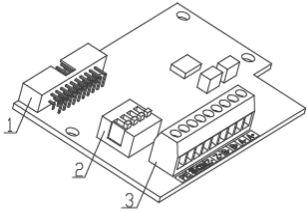
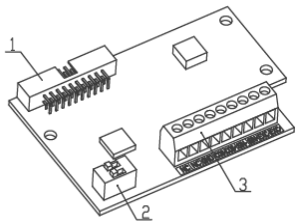

图 3.17 增量式PG卡
图 3.18 旋变式PG卡
(1) 编码器卡 (PG) 分为增量式和旋变式，其外形结构分别是图 3.17 和图 3.18。